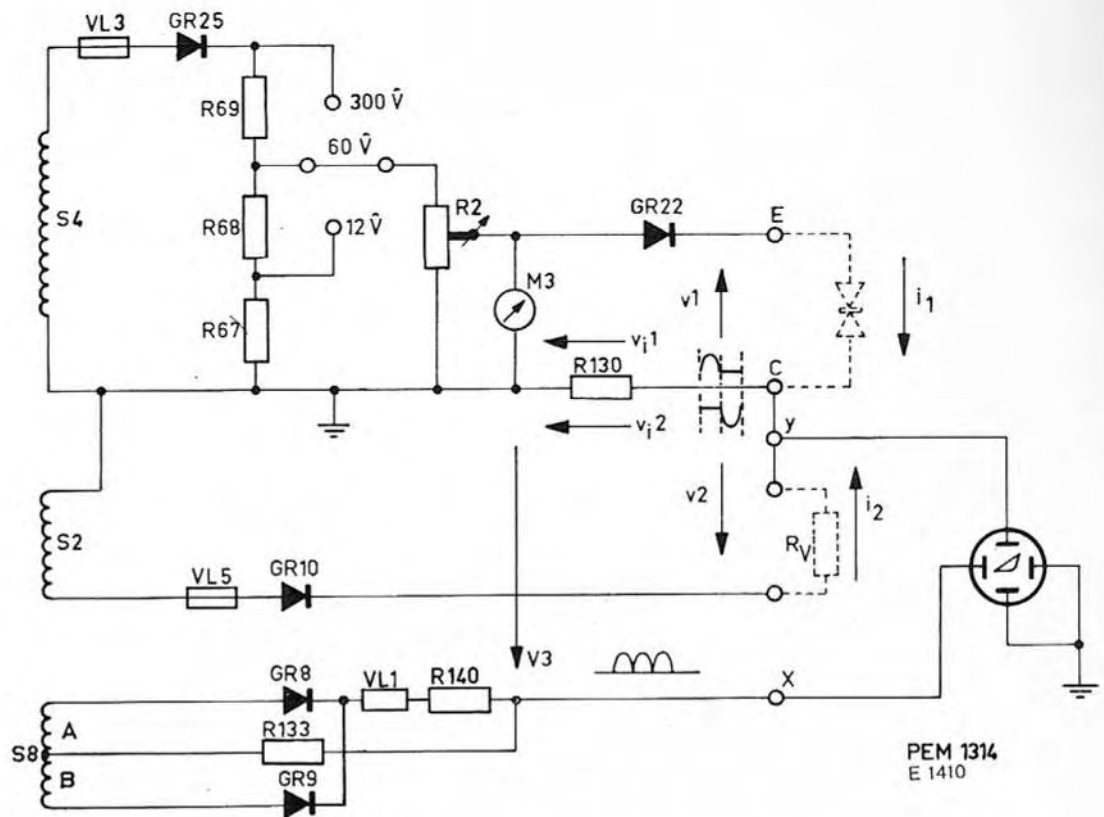
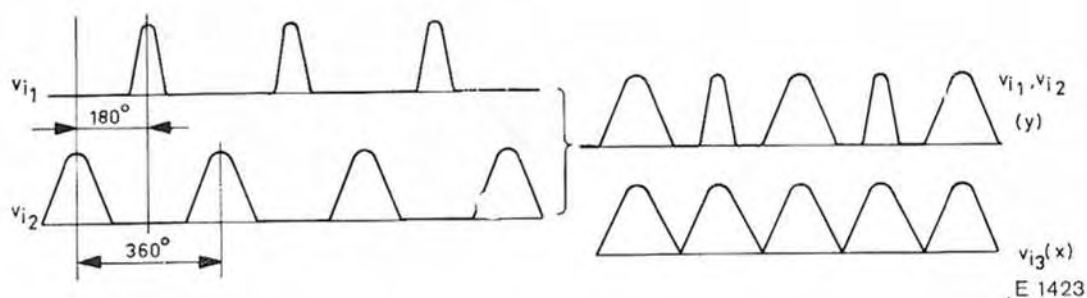

Fig. 14. Schéma de la source de tension demi-onde
Fig. 28. Tensions de déviations verticale et horizontale pour l'établissement des caractéristiques de disruption
Pour connecter le PM 6505A à un oscilloscope cathodique, nous nous référons au mode d'emploi (fig. 7). La caractéristique de disruption d'une transition semi-conductrice est représentée, de la manière décrite ci-après, sur l'écran d'un oscilloscope cathodique (schéma de montage, fig. 14). La tension de disruption v_1 provoque, en combinaison avec la tension demi-onde v_{i2} déphasée de 180° , des chutes de tension dans la résistance de mesure R_{130} . La courbe qui résulte des deux tensions v_{i1} et v_{i2} (fig. 28) détermine la déviation verticale (Y) de l'oscilloscope. La déviation horizontale (X) est provoquée par la demi-onde sinusoïdale redressée.